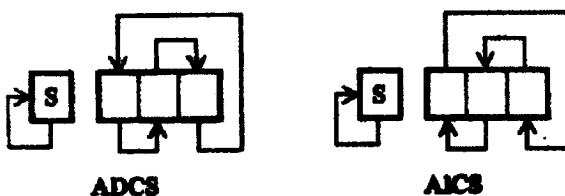

Figura 6: Representación gráfica de los desplazamientos ADCS y AICS
C) En este último caso, se va a suponer que la codificación de las entradas de control es la mostrada en la Tabla 2. En la Figura 6 se muestra la representación gráfica de los dos tipos de desplazamientos solicitados en este apartado, AICS (Algebraico-Izquierda-Cerrado-Simple) y ADCS (Algebraico- Derecha - Cerrado - Simple), para un registro de 4 bits.